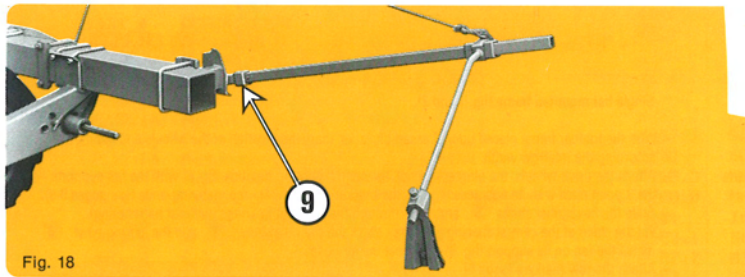
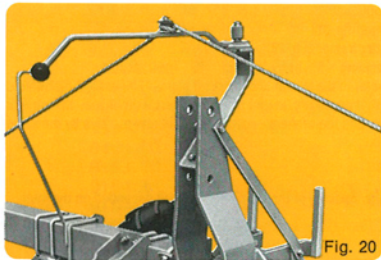

Fig. 18
Fig. 20
- modèle manuel (fig. 18) avec inverseur et guides cordes (fig. 20).
- manual model (fig. 18) with reversing device and line guides (fig. 20)
- Modell für Handbetrieb (Abb. 18) mit Marköberbedingung und Seilhalter (Abb 20).